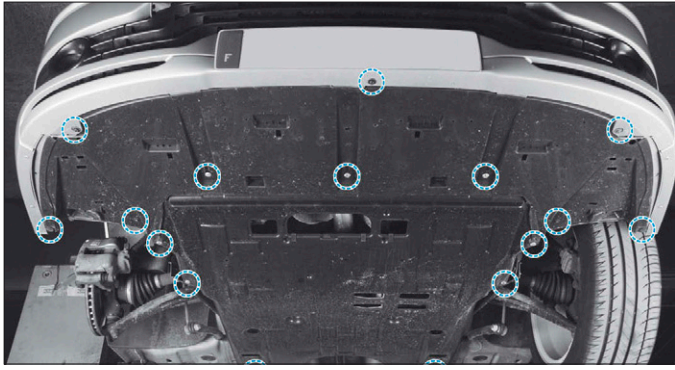

FIG. 14
- Déposer les carters de protection sous le moteur (Fig.14).